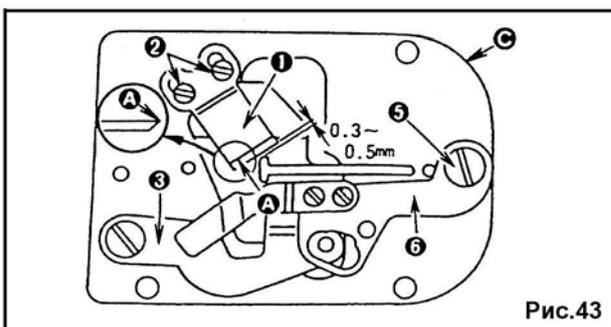

Рис.43
При затуплении обрезателя шпульной нити, снимите ответный нож (1) и заточите его лезвие (А) (рис.43).